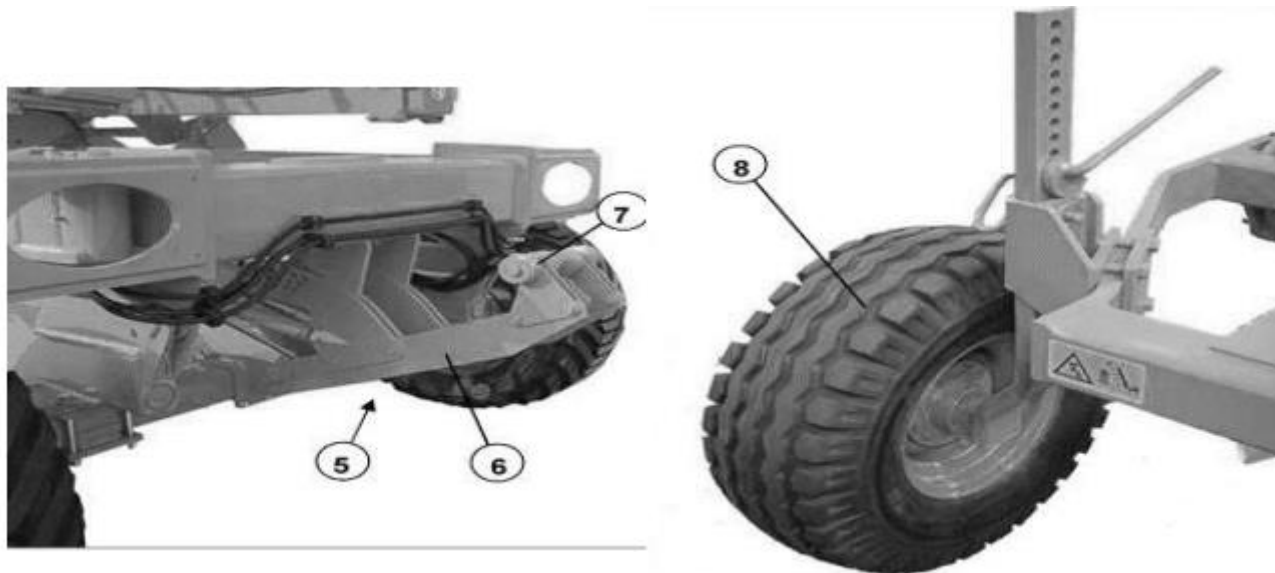

Рис. 6.5
- Вставьте нижние забивные штифты (1) в соответствии с нужной рабочей глубиной в подходящее отверстие регулировочных пластин (2) –:
- Испытайте агрегат. По достижении рабочей глубины верхние забивные штифты (3) разгрузаются.
- Вставить верхние забивные штифты (3) непосредственно над балкой (4), чтобы вес катков оказывал дополнительную поддержку при втягивании устройства. Если рабочая секция поднята, то за счет этого также увеличивается свободное пространство между катками и почвой.
Если шасси оснащено устройством ведения по глубине (5) с тягами (6) и роликами (7) и рабочими секциями с опорными колесами (8), после настройки рабочей глубины необходимо адаптировать настройку устройства ведения по глубине (5) и опорных колес (8) – см. рис. 6.5.